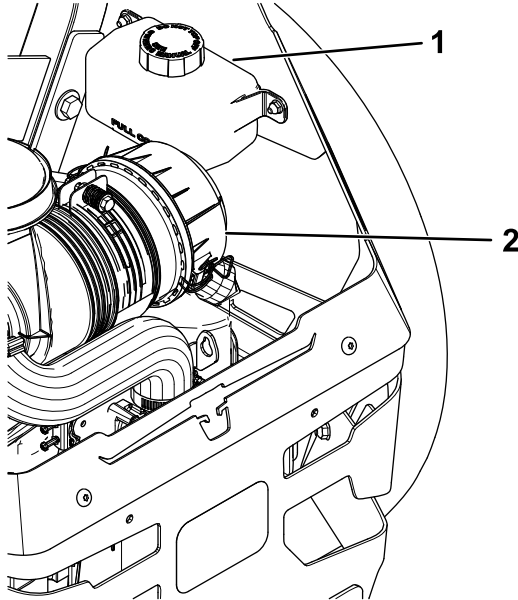

Figure 86
2. Vérifiez le niveau dans le vase d'expansion et faites l'appoint d'huile Toro® HYPR-OIL™ 500 au besoin pour faire monter le niveau jusqu'au repère maximum à froid (FULL COLD) (Figure 86).